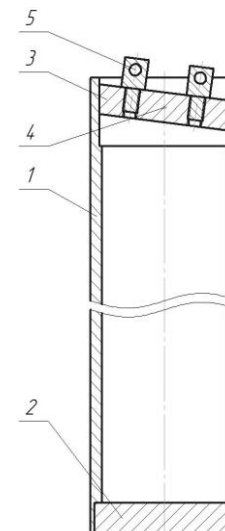

Рис. 1. Эскиз пробоотборников типа ПО-1. 1 – корпус; 2 – донце; 3 – поворотная крышка; 4 – винты крышки; 5 – бобышка для крепления троса.
5.1. Пробоотборники типа ПО-1 представляют собой цилиндрический сосуд (Рис.1. Поз.1), изготовленный из алюминиевого сплава. Пробоотборники имеют захлопывающуюся крышку (Поз.3), которая плотно притерта к корпусу пробоотборника, фиксируется винтами (Поз.4) и приводится в движение двумя отрезками металлического троса, закрывая пробоотборник при натяжении одного из отрезков троса.